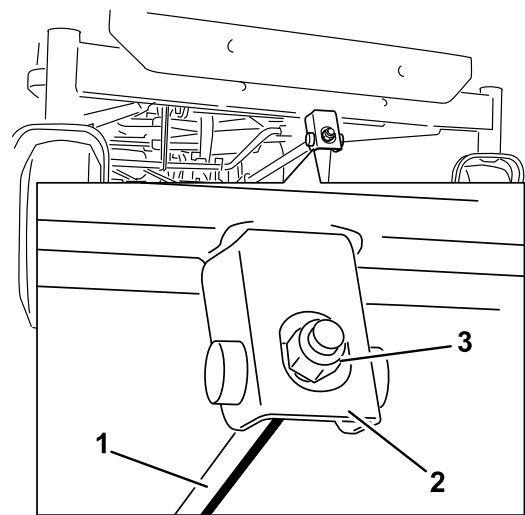

Figura 72
6. Para ajustar la inclinación longitudinal, gire la tuerca de ajuste de la parte delantera del cortacésped (Figura 72).
5. Eleve la parte trasera de la carcasa de corte y coloque las pletinas de suspensión sobre la varilla de elevación trasera (Figura 72).
6. Conecte la varilla de soporte delantera a la carcasa de corte con el pasador y la chaveta (Figura 72).